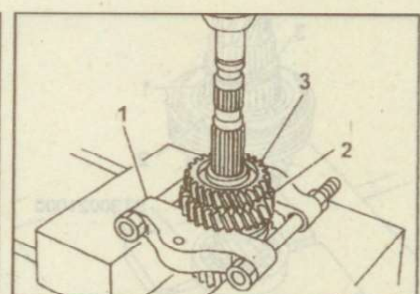

Рис. 9.93. Использование съемника подшипников (1) для снятия шестерни 2-й передачи (2) и шестерни 3-й передачи (3)
11. Установите съемник подшипников между шестерней 1-й передачи и ступицей муфты синхронизатора 1-й и 2-й передачи и выпрессуйте шестерни 3-й и 2-й передачи (рис. 9.93).